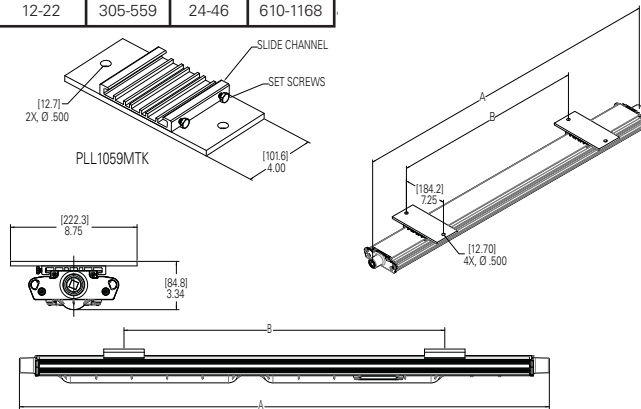

Figure 12
2. Marquer et percer les trous pour fixer les supports PLL1059MTK. Utiliser quatre (4) boulons de 3/8 po (non inclus) pour prendre les mesures centre à centre (voir la figure 12). Espacer les trous des supports PLL1059MTK au besoin. Les supports doivent être espacés d'au moins 305 mm (12 po) (voir la figure 12).
3. Le luminaire peut maintenant être installé. Il est fortement recommandé que deux (2) techniciens qualifiés fassent le montage final du luminaire, afin d'éviter des blessures corporelles ou des dommages au luminaire.
5. Serrer les quatre (4) vis de pression de 1/4 po sur les supports coulissants jusqu'à quelles viennent en butée (voir la figure 12). Serrer avec un couple de 8,8 N.m. (78 lb-po).